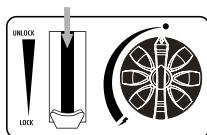
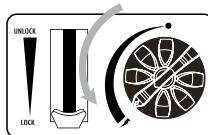

fig. 3
fig. 4
- Presione la palanca del cartucho (6) hacia abajo (fig.3) y cierre la tapa del cartucho.
- Si oye un "silbido", el cartucho no se ha colocado correctamente. No intente encender el aparato, mueva la palanca (6) a la posición "Desbloquear" y repita los pasos (1-4).
- Gire el mando (8) completamente a la posición de encendido hasta que haga clic (fig.4). Mantenga el mando de encendido y control en esta posición durante unos segundos para cebar el termopar de protección de la llama. Repita esta acción hasta que el quemador se encienda.